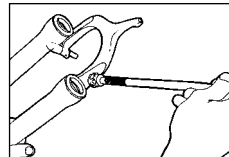

Abb. 7
7. Bringen Sie Judy Butter auf die Oberfläche der vier Zylinderhülsen und auf die Innenseite der unteren Gabelholme auf, und füllen Sie den Zwischenraum zwischen den beiden Schichten der Doppeldichtung vollständig aus. Verwenden Sie eine am Ende mit Textilband umwickelte Steckschlüsselverlängerung, die in Judy Butter getaucht wurde, um das Innere der unteren Gabelholme zu erreichen (siehe Abb. 7).